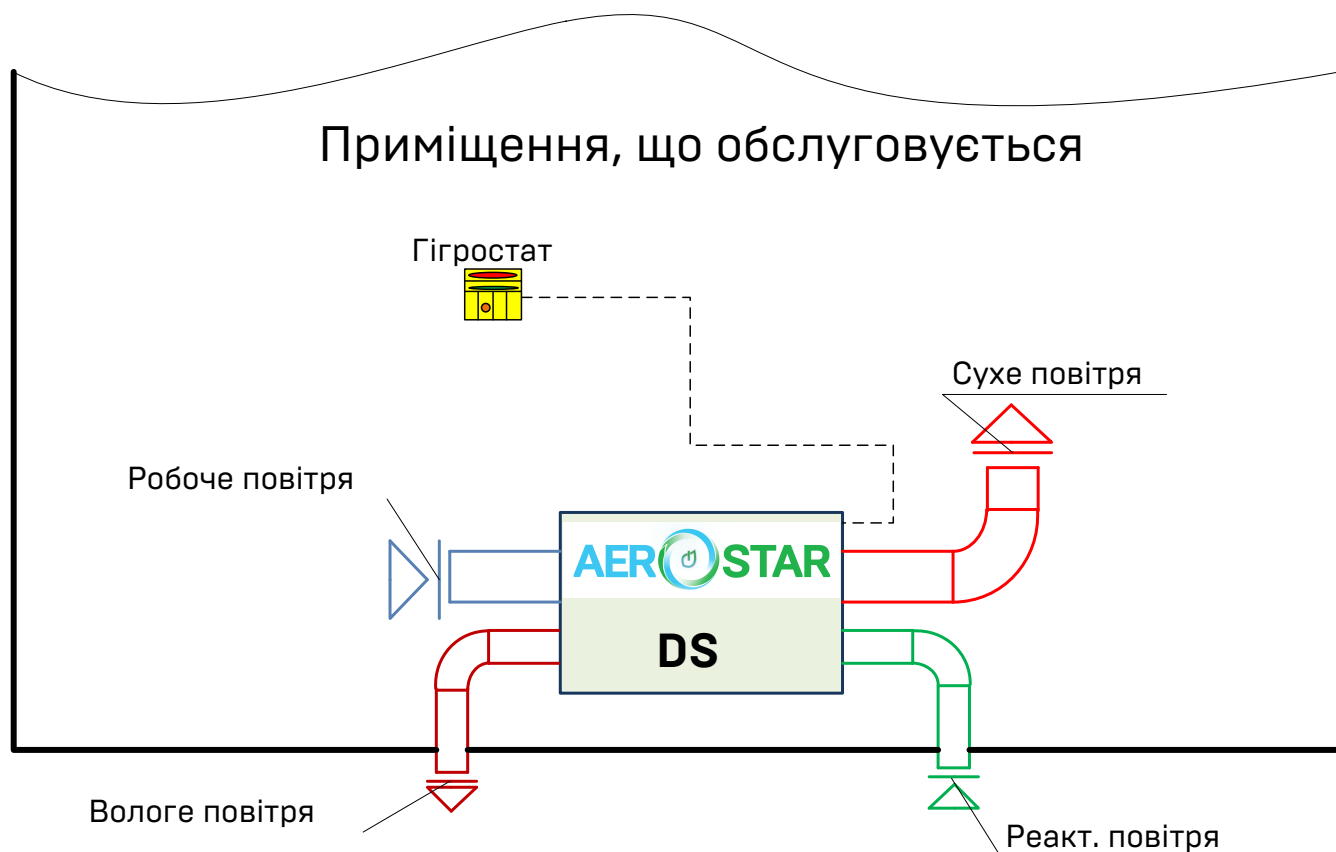

Рисунок 4.1 – Робота осушувача за «закритою» схемою (внутрішнє виконання)
- ✓ робота осушувача за «закритою» схемою (внутрішнє виконання) – див. рисунок 4.1;
На рисунку 4.2 показаний варіант установки осушувача зовні приміщення, що обслуговується при роботі на рециркуляцію. Відрізняється від першого варіанта (див. рисунок 4.1) тільки місцем установки осушувача.